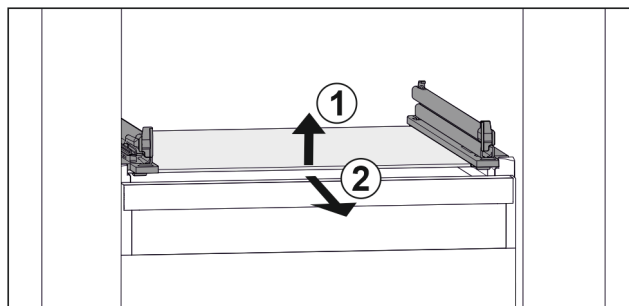

Fig. 74 Beispielhafte Darstellung der Glasplatte
- Glasplatte vorne anheben. Fig. 74 (1)
- Glasplatte nach vorne entnehmen. Fig. 74 (2)